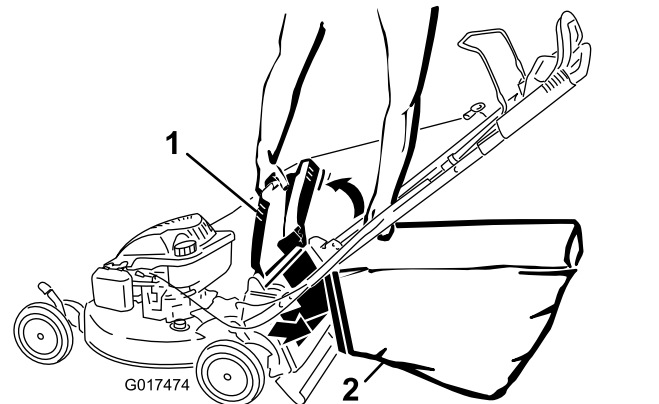

Figure 28
4. Accrochez le bord supérieur avant du bac sur les crans (Figure 28).